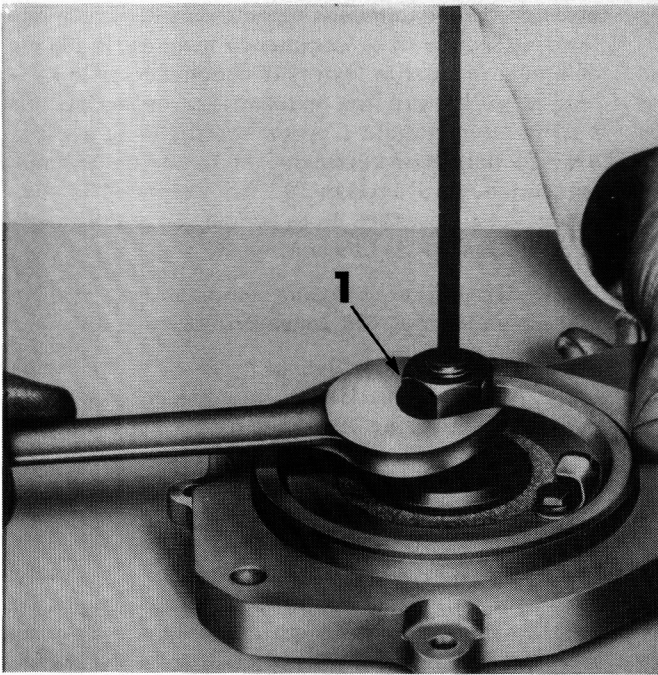

FIGURE 88 : Pose de la cuvette extérieure de roulement — 1 = Outil N° CT 9051.
3. Emmancher dans le carter principal les cuvettes extérieures des roulements et présenter le couvercle avant du régulateur, à l'aide de l'outil N° CT 9051 (Figure 88).